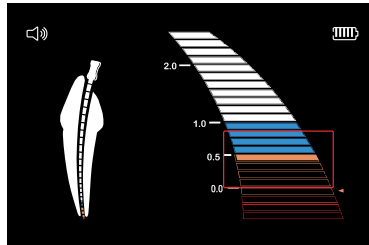

Imagen 9
c) Después de encenderlo, si la barra indicadora indica dentro de ± 3 barras del dial 0.5, el dispositivo funciona normalmente [Imagen 9]. Si la barra indicadora está fuera del rango, el dispositivo no puede medir con precisión. En esta ocasión, comuníquese con un distribuidor o fabricante autorizado para obtener ayuda.